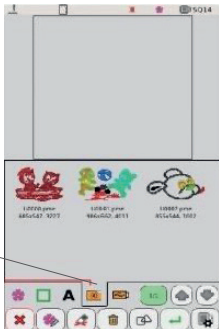

Abbildung 13 | Figure 13
3. Drücken Sie die Return-Taste „c“, um zur Hauptschnittstelle zurückzukehren. Klicken Sie auf „d“ für die integrierte Mustertaste, um die Schnittstelle in Abbildung 13 aufzurufen, und klicken Sie auf „e“, um die Schnittstelle für importierte Muster von der USB-Festplatte aufzurufen und das Muster auszuwählen.
Press the "c" return key to exit to the main interface. Click "d" indicating built-in pattern key to enter the interface in figure 13, and click "e" indicating to enter the imported pattern interface of USB disk and select the pattern.